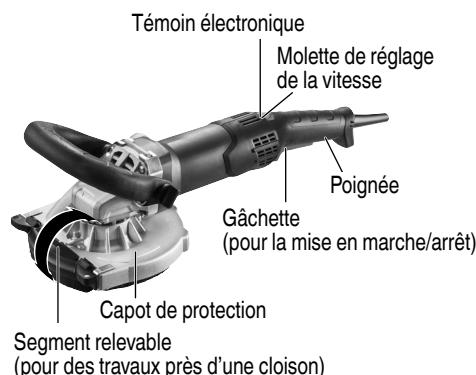

Fig. 4
1. Travaux près d'une cloison (Fig. 4)
2. Réglage de la vitesse de rotation (Fig. 4)
Machines équipées des systèmes électroniques VTC et TC : (Fig.4)